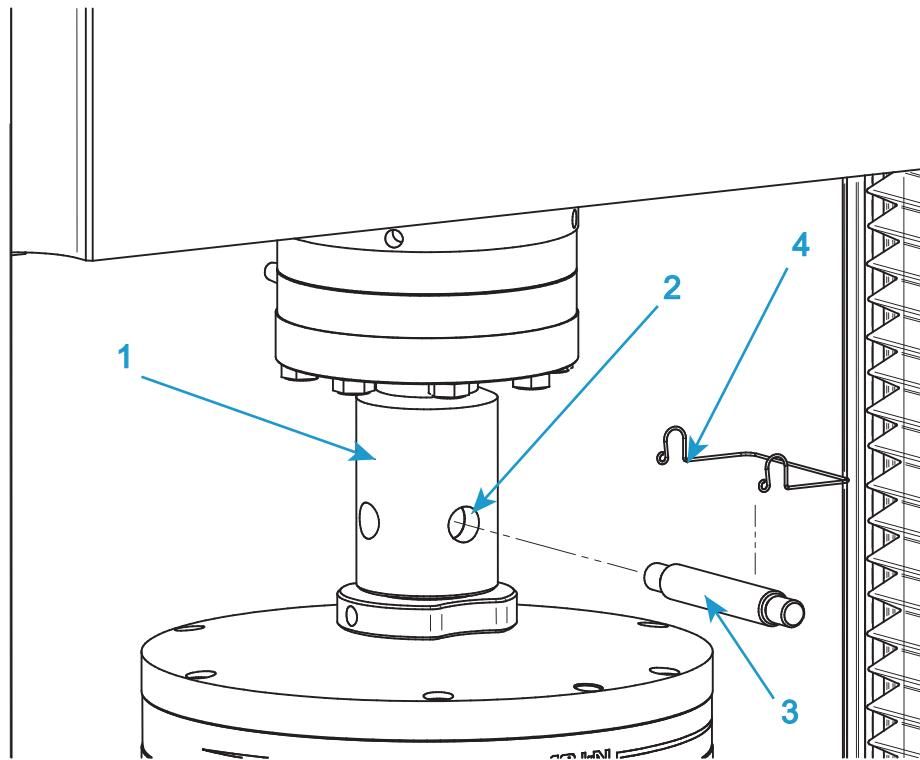

Figura 20. Instalación de mordaza típica
Consulte la Figura 20 en la página 99 cuando siga este procedimiento.
1. Para la mordaza superior, inserte el adaptador de la mordaza en el casquillo de abrazadera hembra (1 en Figura 20) del adaptador de la célula de carga.
2. Alinee los orificios de la abrazadera (2 en Figura 20) e inserte el pasador (3 en Figura 20) a través de los orificios.
3. Sujete el pasador de la abrazadera en su sitio mediante la presilla del pasador de abrazadera (4 en Figura 20).